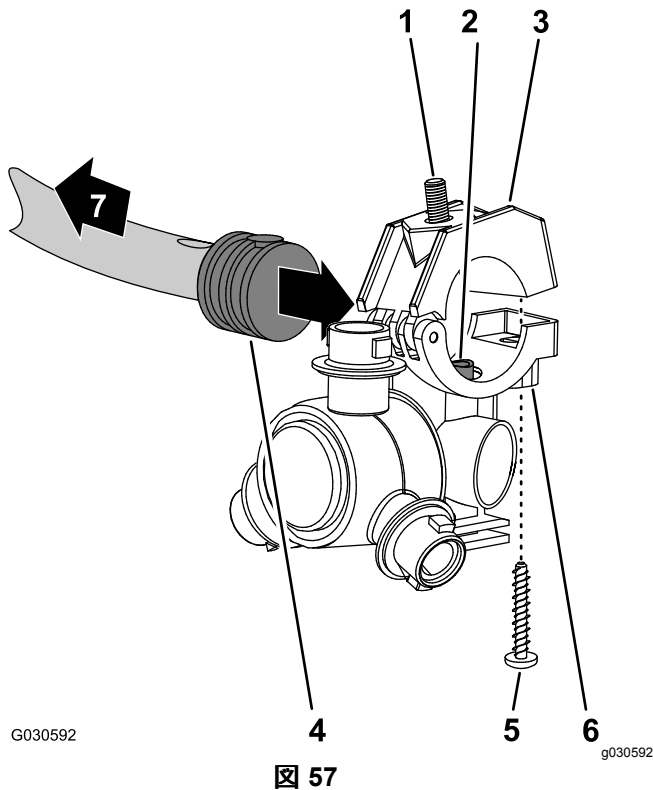
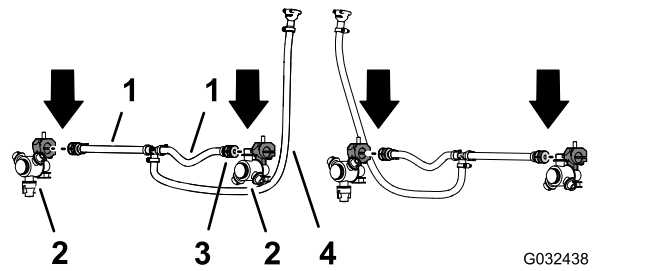

図 57
図 58
- ジオリンクスプレーシステム仕上げキットに入っているノズル本の、クランプの上半分をサドルに固定しているステンレスねじを外す 図 57。
- センターブームスプレーバルブ5または6用のホースアセンブリ25cmの端部についている片側バーブ付きホースシャックの側面にある穴を探し出す 図 57 と 図 58。
- ノズルのサドルに付いているトランスファチューブ 図 57 を、片側バーブ付きホースシャック 1/2" の穴に合わせる。
- バーブ付きホースシャックにホースクランプの上半分をセットし、クランプとノズルボディ 図 57 を、ステンレスねじ #12 x 1 1/4" で固定し、14-18 N·m 0.25-0.3 kg·m = 20-25 in-lb にトルク締めする。
- ステップ 1 と 2 スプレーヤのノズルを取り外す (ページ 25) で外したノズル、六角ボルト、ステンレスねじを使って、ステップ 3-5 を、もう一方のホース25 cmの片側バーブ付きホースシャック 図 57 と 図 58 に対しても行う。
- ステップ 4 スプレーヤのノズルを取り外す (ページ 25) で外した2つのノズルについて、もう一方のホースアセンブリスプレーバルブ5または6の片側バーブ付きホースシャックに対してステップ 3-5 を、行う 図 57 と 図 58。